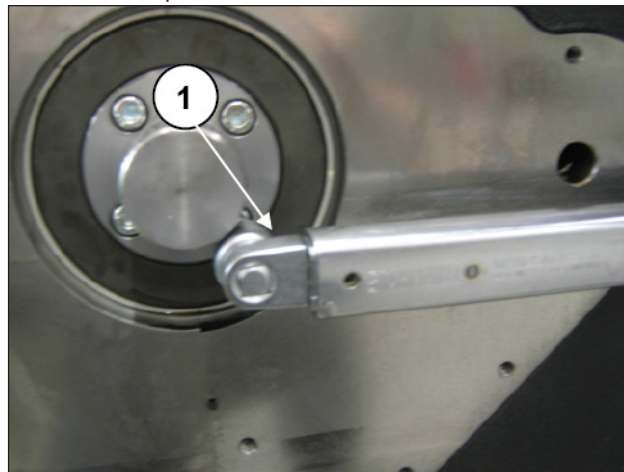

Fig. 123
Ensamblar el codo de control de la bomba de aceite en el eje acodado con los cuatro tornillos M8 (pos. ①, Fig. 123) y apretar con la llave dinamométrica aplicando el par de apriete indicado en el apartado 3.